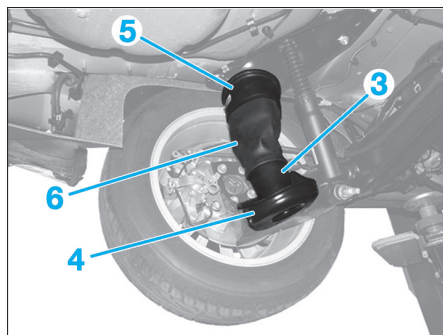

Fig. 45
- Dégrafer le tuyau (1) de l'agrafe (2).
- Maintenir appuyé l'outil [1] et désaccoupler à la main le tuyau pneumatique (1) (tirer dans l'axe).
- Soulever le piston d'enroulement (4) (Fig.45).
- **Boudin pneumatique neuf** : Engager le piston d'enroulement (3) (Fig.45) dans la coupelle inférieure.
- **Boudin pneumatique réutilisé** : Tirer sur le piston d'enroulement (3) jusqu'à la mise en contact avec la coupelle inférieure.